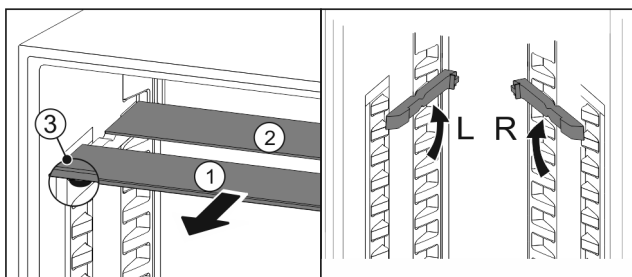

Fig. 174
- Extrageți Fig. 174 (1) pe rând plăcile de sticlă spre înainte.
- Placa de sticlă Fig. 174 (1) cu șipca decorativă se află în față.
- Opritoarele Fig. 174 (3) indică în jos.